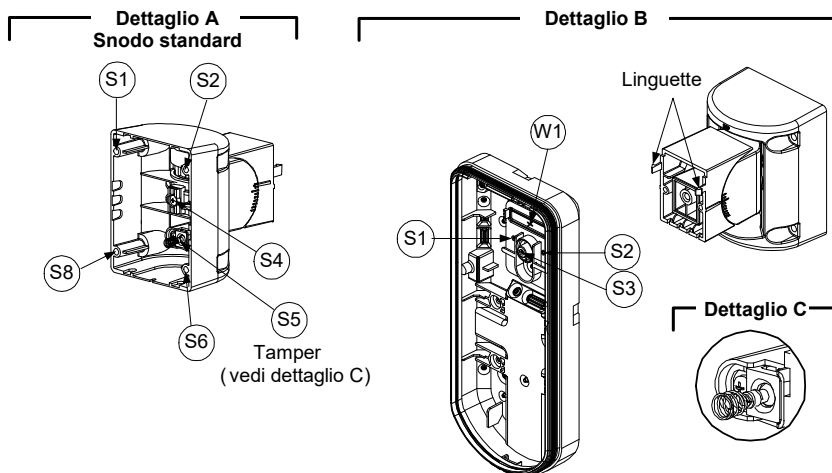

Figura 8
3. Rimuovere il tamper antirimozione dalla base interna (consultare paragrafo "Modifica della posizione del tamper antirimozione") e collegarlo a S5 (Figura 8, Dettaglio A) sullo snodo standard.
1. Inserire i cavi del tamper antirimozione facendoli passare tramite il passaggio cavi dello snodo (Figura 8, Dettaglio B).